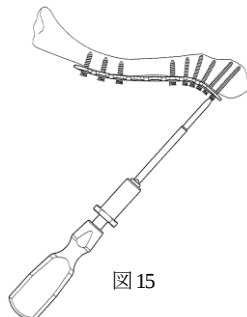

図15
- 2) 遠位ロックングスクリューより、遠位ヘクスローブ 8 ドライバーの他端にグリップハンドルを接続し、抜去します。(図15)